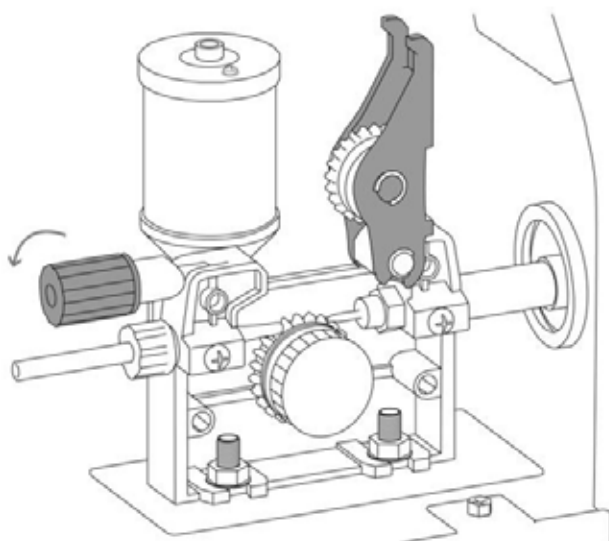

Рис. 8.5.1. Открытие механизма подачи проволоки.
1. Откройте механизм подачи проволоки. Потяните на себя механизм прижима, потяните вверх прижимной ролик (см. рис. 8.5.1).